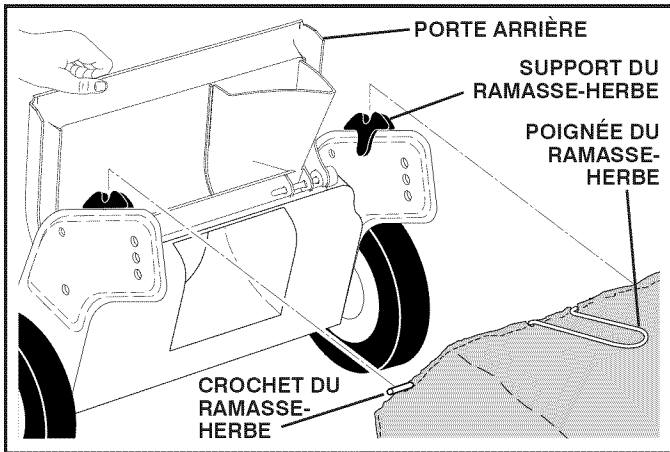

FIG. 8
**RAMASSAGE ARRIÈRE (Voir Fig. 8) -**